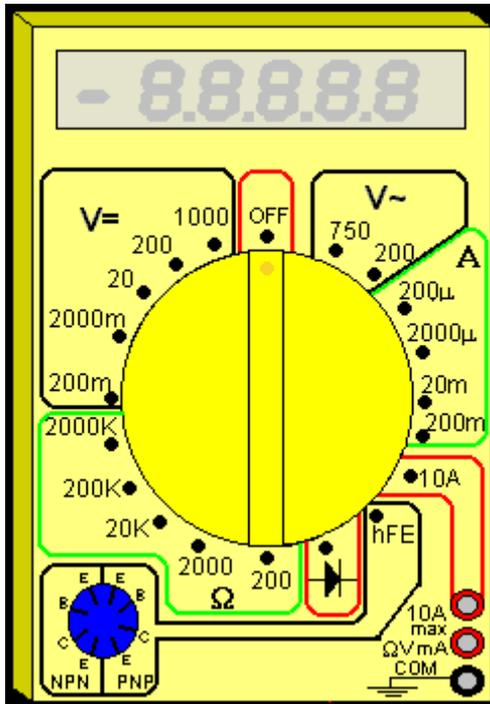

Fig. 1
8.1 Observer la figure 1 de la page suivante, puis **cocher** la fonction à utiliser.
11.1 Observer la figure 1 page DQR 12/22, puis **cocher** la fonction à utiliser.